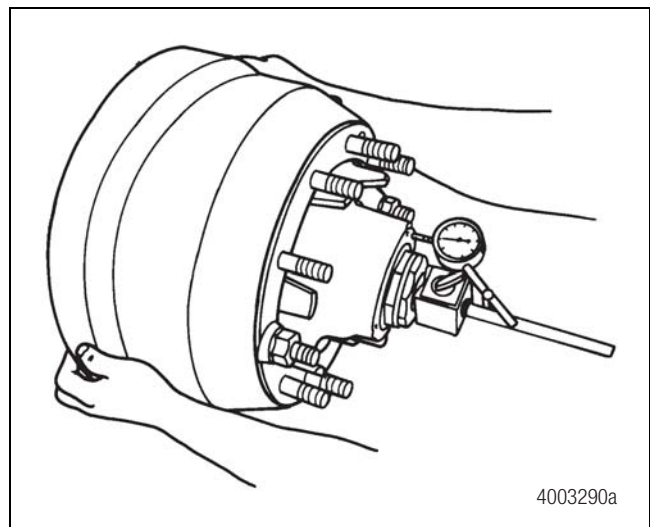

Figura 10.9
- C. Gire ligeramente el extremo de rueda en ambas direcciones mientras empuja hacia fuera hasta que el indicador de cuadrante no cambie. Figura 10.9.